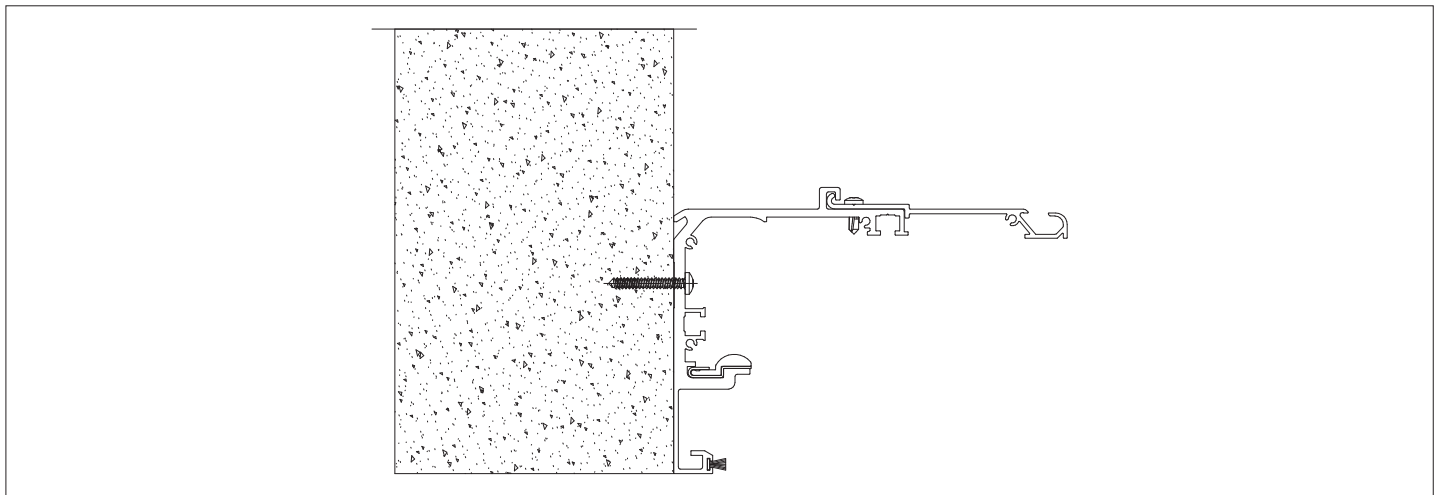

Рис. 3
2. Закрепите собранный несущий профиль на высоте проема Н шурупами $5,5 \times 45$ (60 мм) с шагом 300–400 мм в зависимости от веса створок. Зафиксируйте уплотнитель рельса на рельсе и вставьте рельс в несущий профиль. Протяните фетровый уплотнитель в нижнем пазу несущего профиля (рис. 3).